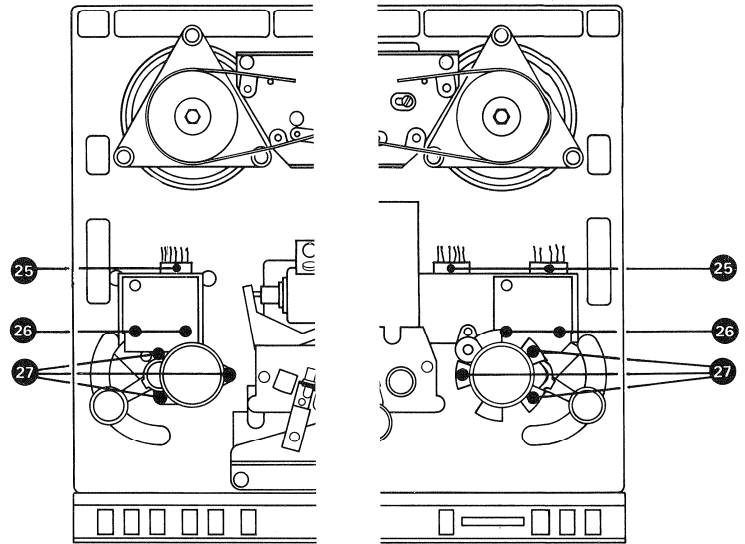

Fig. 2.7.-1
- 2 Schrauben (26) (Fig. 2.7.-1) lösen.
- Remove 2 screws (26) (fig. 2.7.-1).
- Steckverbindung (25) (Fig. 2.7.-1) lösen.
- 2 Schrauben (27) (Fig. 2.7.-1) lösen.
- Remove connector (25) (fig. 2.7.-1).
- Remove two screws (27) (fig. 2.7.-1).